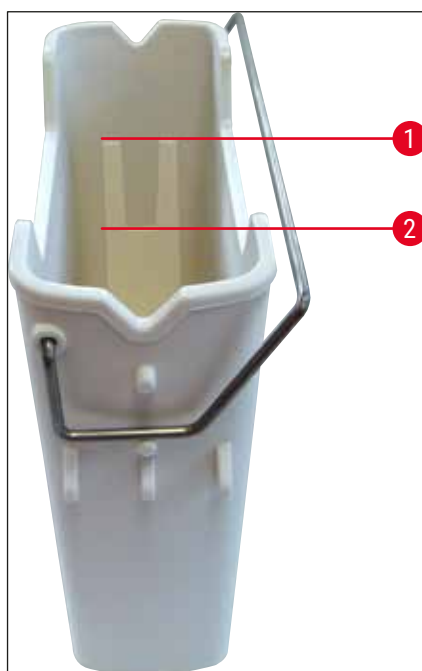

Рис. 67
4. Проверьте, достаточный ли уровень заполнения (→ Рис. 67) и не загрязнен ли реактив. В случае загрязнения перед повторным заполнением необходимо заменить ксилол (→ с. 42 – 4.6.3 Подготовка кюветы для реактивов, заполнение и установка в загрузочное устройство) и очистить кювету для реактивов.